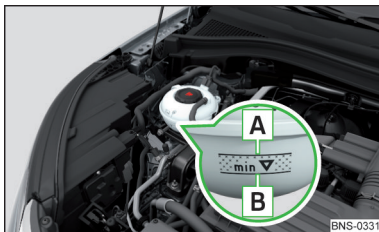

Fig. 328
Verificarea nivelului lichidului de răcire - nivelul lichidului de răcire trebuie să se afle între marcasele **A** și **B** » fig. 328. Dacă nivelul lichidului de răcire se află sub marcajul **B**, completați lichidul de răcire.
Specificația lichidului de răcire este menționată pe vasul de expansiune a lichidului de răcire » fig. 328.
■ Nu adăugați lichid de răcire deasupra marcasei **A** » fig. 328. Lichidul de răcire ar putea fi împins din sistemul de răcire, atunci când se încălzește - există pericolul de deteriorare a pieselor din compartimentul motor.